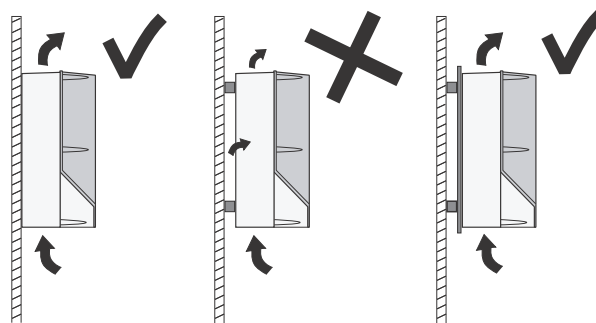

Рис. 3 Подвешивание устройства CUE на стене или установка на заднюю пластину
- Повесьте устройство CUE непосредственно на стене или установите его на заднюю пластину. См. рис. 3.